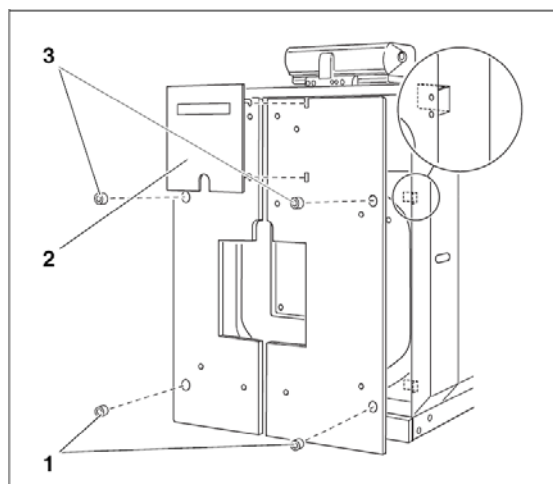

Fig. 47
- Skruva fast den vänstra och den högra delen av förkåpan med fyra sexkantsskruvar (M 8 x 12) på brännardörrens beslag (Fig. 47).
- Sätt brännardörrens täckplåt in i utstansningarna på förväggen (Fig. 47, **pos. 2**).
- Stäng de fyra öppningar i brännardörren med de fyra propparna (Fig. 47, **pos. 1 och 3**).
När de fyra propparna tas bort, kommer brännardörrens fastsättningsskruvar att synas. Skruvarna skymms delvis av täckplåtar (Fig. 47, **pos. 3**), och kan först lossnas när de två främre sidokåporna med handhål (Fig. 47, **pos. 4**) är borttagna (se kapitel "3 Underhåll" på sida 28).